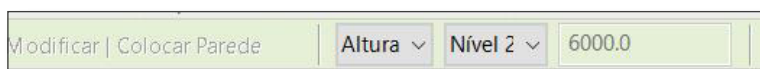

Figura 47 – Ajuste de opções para a inserir a parede cortina.
3. Na barra de opções selecione o modo de inserção “Altura” e o pavimento onde a parede deve acabar (Figura 47);